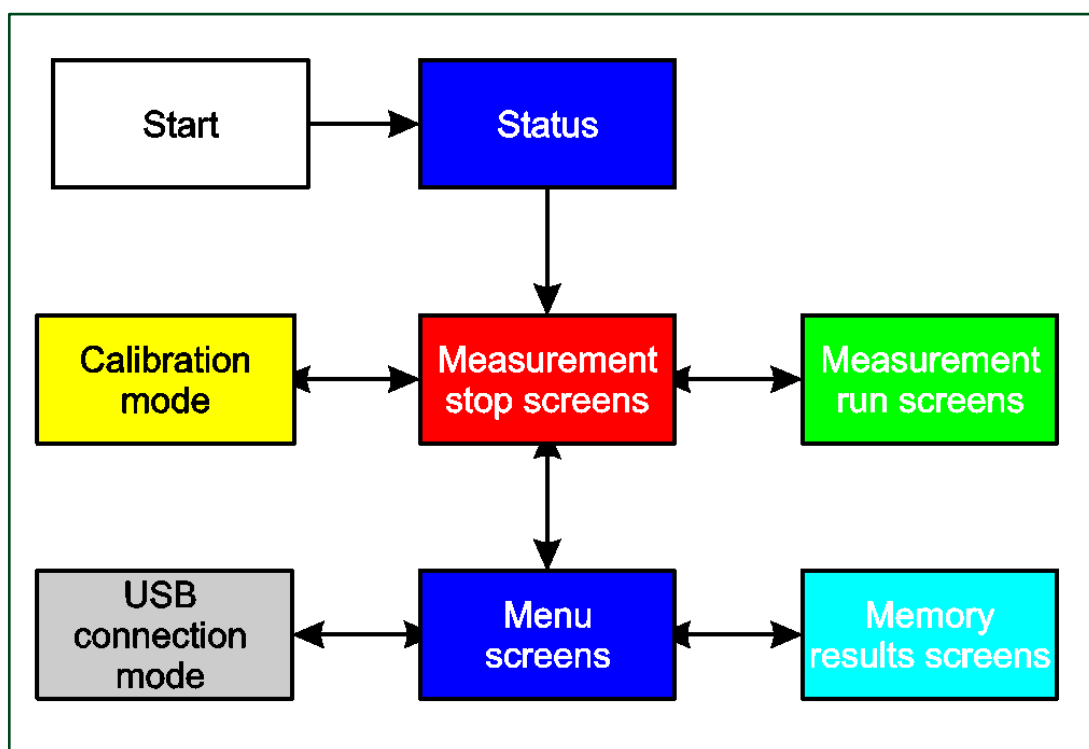

Figura 2
I due tasti funzione (5) mostrati nella Figura 1 si trovano sotto le opzioni corrispondenti visualizzate nella parte inferiore di ciascuna schermata. Il funzionamento di questi due tasti cambia a seconda della schermata visualizzata, come mostrato dalla panoramica del sistema operativo in Figura 2.